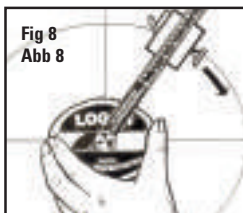

Fig 8
1. Tourner le bras gradué à une heure. Fig. 8
1. Rote el brazo de la escala a la posición de la una en el reloj. Fig. 8
1. Drehen Sie den Skalierungsarm in die 1 Uhr-Position. (Abb. 8)